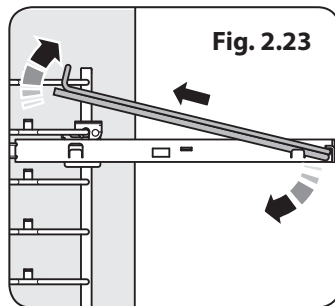

Fig. 2.23
3. Inclinez l'avant de la grille vers le bas et la soulevez ensuite les glissières (**Fig. 2.23**).